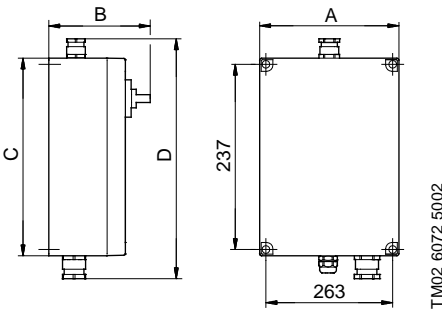

Fig. 6
- Retirar el frontal del cuadro y montar el cuadro de control en una superficie plana o con cuatro tornillos en los orificios de montaje en la placa posterior del cuadro, ver fig. 6. Las entradas de cable de la bomba y del flotador deben estar hacia abajo.